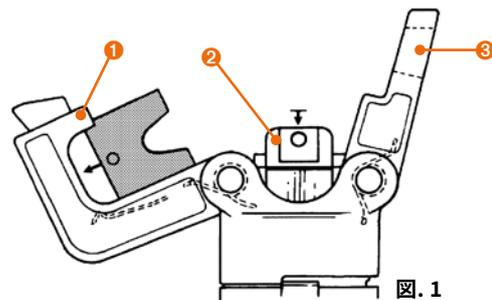
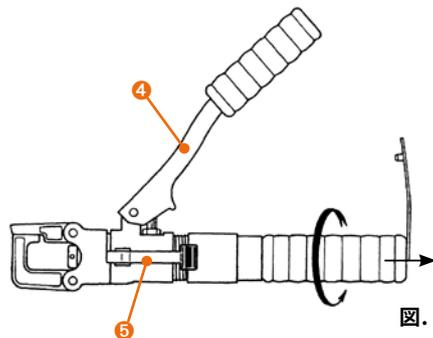

図. 1
図. 2
注: 圧着コンタクトは、表に記載された断面積の可とう銅電線と圧着ダイスを使用した圧着専用となります。これらに適合しない組み合わせでコンタクト、電線、圧着ダイスをお選びになりますと、物理的にサイズが合わない(例: 35 mm² コンタクトは、CGD 25 C 圧着ダイスを使用しても、工具のヘッドが閉りません)、不適切な圧着接続となります。圧着ダイス用台座①が解除されるまで、ダイス固定フック②を外側へ動かし、工具のヘッドを開きます。コンタクトに適合するダイス1組を選び、図1、図2をご参照の上、ダイスを各取り付け部に装着します。1つをダイス用台座①へ、もう1つをダイス押し台座②に取り付けます。(ダイスの各組のダイスは同じ形をしていますので、いずれの台座へも取り付け可能です)コンタクトをロケーター先端から入れ、ヘッドを閉じて下さい。コンタクト圧着部は、ダイスとダイスの間の開口部からのアクセスが可能です。ハンドル固定ベルトをハンドルから外し、可動ハンドル④を解除して下さい。次の操作に移る前に、工具への損傷を防ぐため、ヘッドが完全に閉じていることを確認して下さい。工具のヘッドは180°回転しますので、最も作業しやすい姿勢で操作を行っていただくことができます。